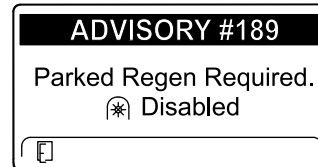

Bild 72
- Wenn Sie eine geparkte Regenerierung nicht innerhalb von zwei Stunden durchführen, wird im InfoCenter „Parked regeneration required – power takeoff disabled ADVISORY #189“ angezeigt (Bild 72).